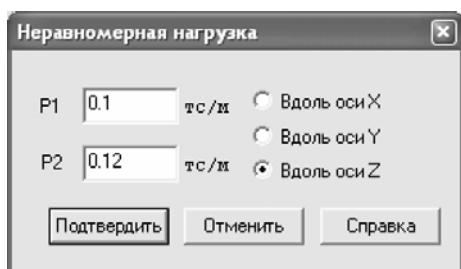

Рис.5.20. Диалоговое окно Неравномерная нагрузка
- В диалоговом окне **Задание нагрузок** щелчком по кнопке трапециевидной нагрузки на группу узлов вызовите диалоговое окно **Неравномерная нагрузка** (рис.5.20).